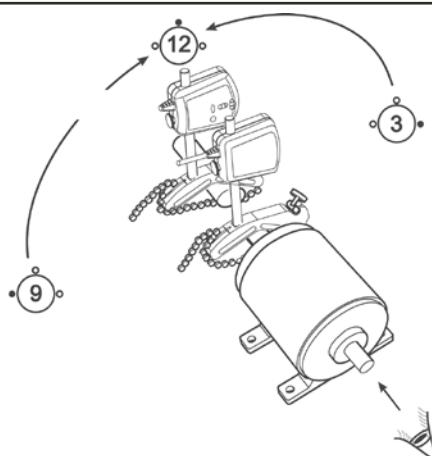

Abb. 10. Position 12 Uhr
- a) Bringen Sie die beiden Messgeräte mit Hilfe der Wasserwaagen (Abb. 10) in die Position 12 Uhr.